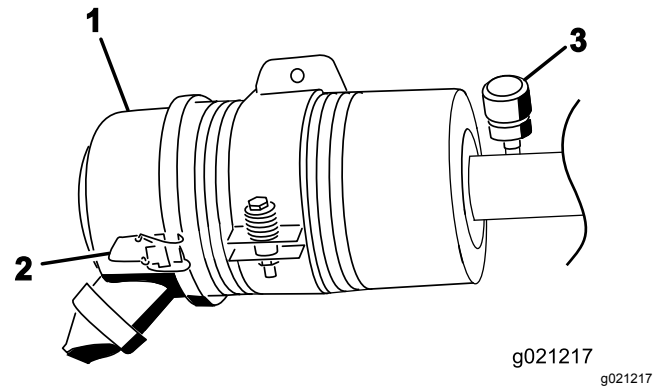

図 53
エアクリーナの整備はインジケータ 図 53 が赤色になってから行ってください。早めに整備を行っても意味がありません。むしろフィルタを外したときにエンジン内部に異物を入れてしまう危険が大きくなります。
1. エアクリーナのカバーをボディーに固定しているラッチを外す(図 53)。